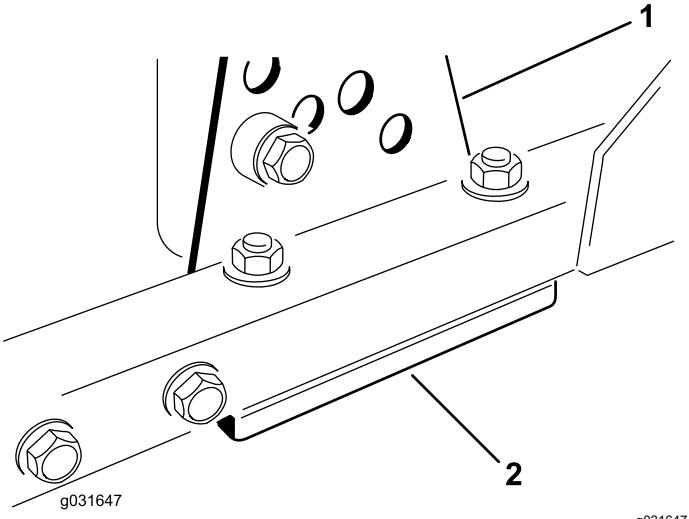

Figure 72
- Retirez le support de hauteur de coupe (avant, gauche ou droit) du cadre de l'unité de coupe (Figure 72).
- Placez des cales de 1,5 mm et/ou une cale de 0,7 mm entre le cadre et le support de l'unité de coupe pour obtenir la hauteur de coupe voulue (Figure 72).
- Montez le support de hauteur de coupe sur le cadre de l'unité de coupe en plaçant les cales restantes sous le support (Figure 72).